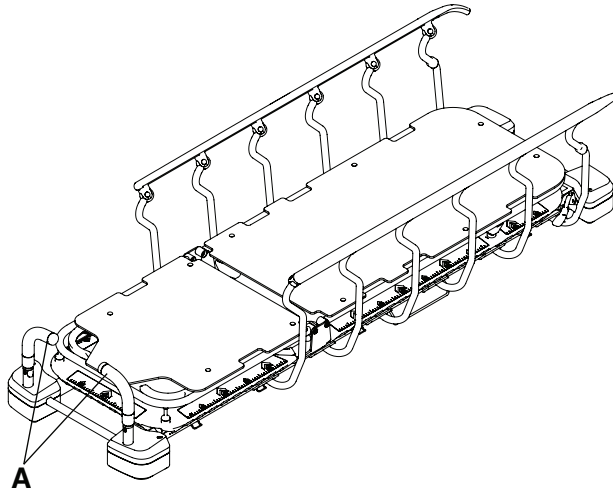

Figura 7 – Posicionamento das pegas de empurrar da extremidade do lado da cabeça
2. Gire as pegas para empurrar da extremidade do lado da cabeça (A) até à posição de utilização (Figura 7).